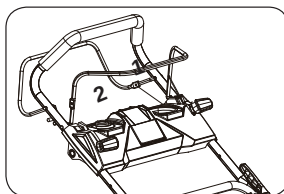

Рис. 25
- Потяните рычаг пуска / торможения к рукоятке и удерживайте его в таком положении (Рис. 25, пункт 1).
- Нажмите кнопку START ENGINE (Рис. 25 - пункт 2). Двигатель должен завестись. Если двигатель не завелся, выждите не менее 60 сек. и повторите запуск.